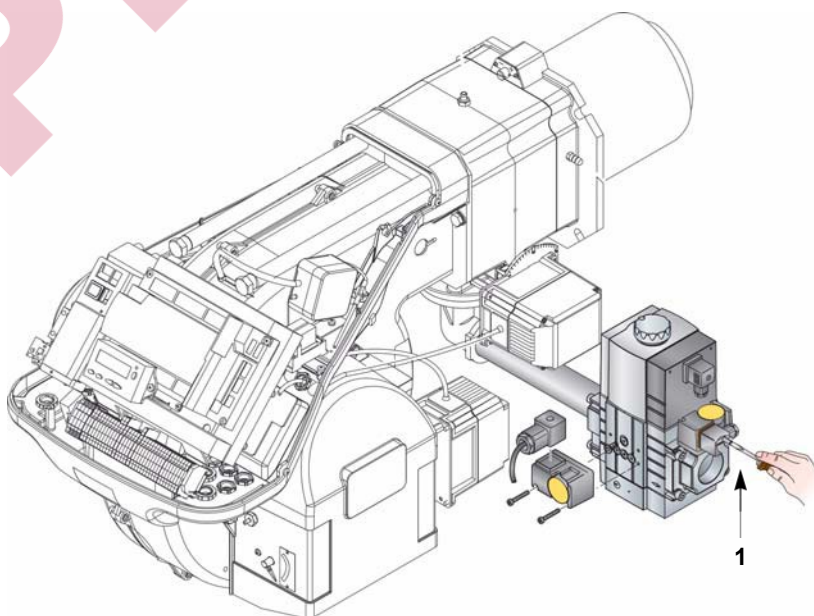

Рис. 23
- Контролировать давление подачи газа, подсоединив манометр к штуцеру давления 1) (Рис. 23) реле минимального давления газа: оно должно быть ниже заданного максимального давления газовой рампы, указанного на табличке горелки.
- Выпустить воздух из труб газовой рампы, подсоединив шланг к штуцеру давления 1) (Рис. 23) реле минимального давления газа. Вывести наружу здания шланг, пока не появится запах газа.